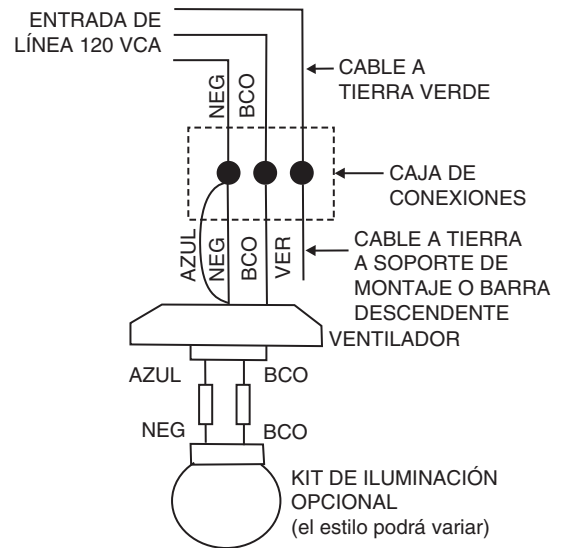

FIGURA 6
1. Conecte el cable de alimentación del ventilador (negro) y el cable de alimentación de luz (azul) al cable de alimentación de color negro de su instalación eléctrica, como se muestra en la figura 6.